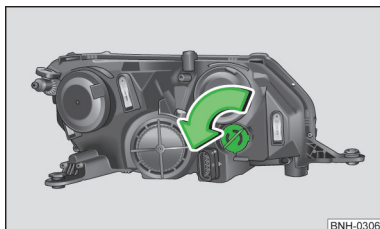

Abb. 152
- Die Fassung mit der Glühlampe » Abb. 152 bis zum Anschlag in Pfeilrichtung drehen und herausnehmen.